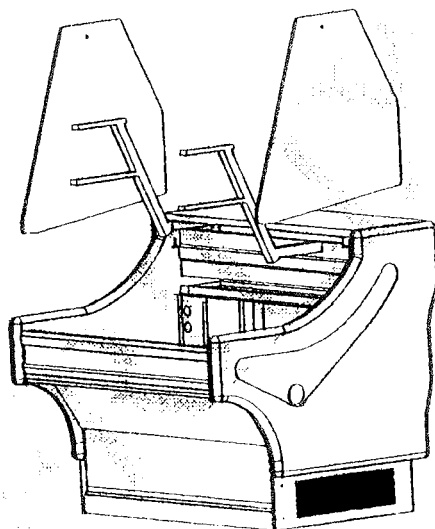

Fig. 3
- ⇒ Après avoir placée la vitrine à l'endroit choisi, procédez aux opérations de montage en suivant les instructions indiquées avec les figures 3 à 7.
- ⇒ Retirer le film protecteur du plan de travail. Placer les supports des vitres comme indiqué sur la figure 3 et fixer les vis respectives.
- ⇒ Remove protective film from rear stainless steel serving shelf. Fit F bracket glass shelf supports (Fig. 3) and adjust the fixing screws.